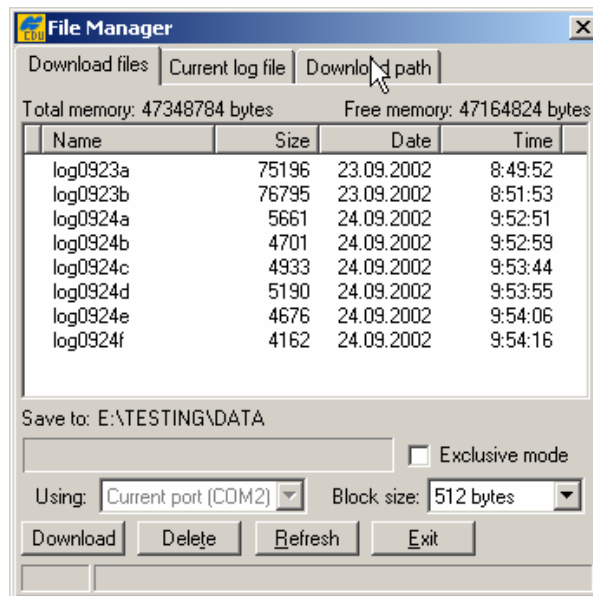

Рисунок 4-3. Выбор директории загрузки
- Выберите пункт меню **File > File Manager (Файл > Управление файлами)**, затем выберите вкладку *Download Path* (Директория загрузки) в диалоговом окне **File Manager**, см. рис.4-3.